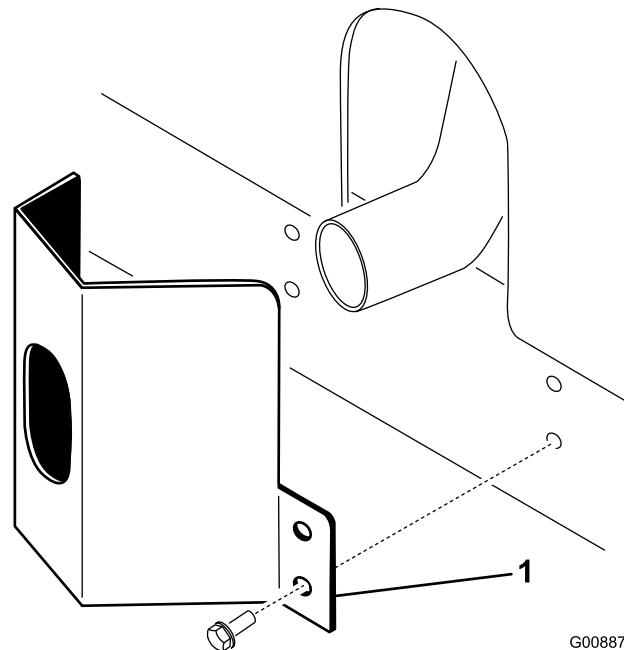

図 10
1. フレームについている取り付け穴に合わせてマフラー部にガードを取り付ける図 10。